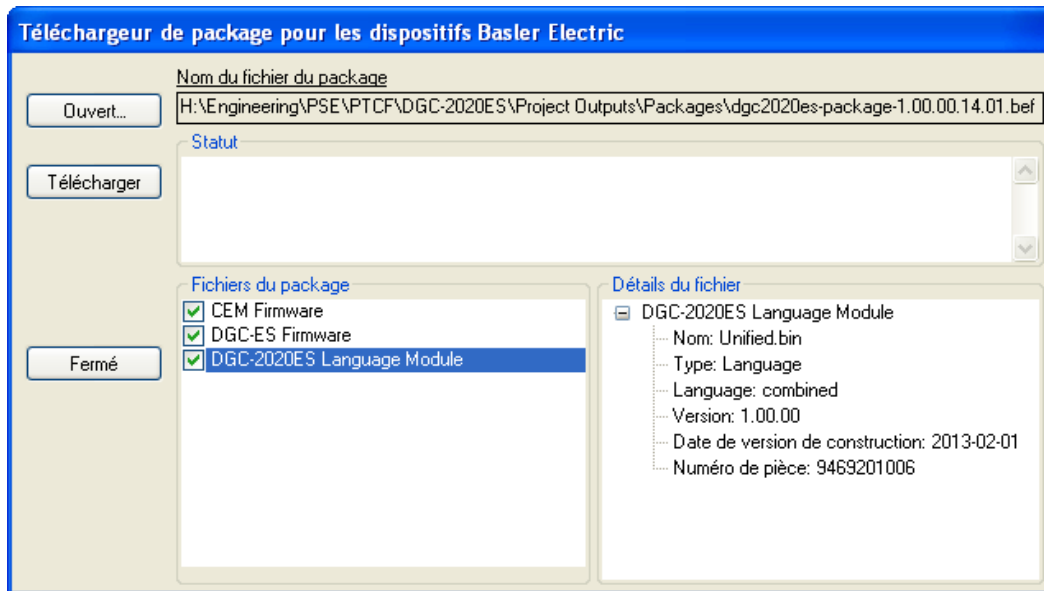

Figure 3-14. Téléchargeur de package pour les dispositifs Basler Electric
7. Le système affiche alors l'écran de l'assistant à l'installation du *Téléchargeur de package pour les dispositifs Basler Electric* (Basler Electric Device Package Uploader) (Figure 3-14). Cliquez sur le bouton *Ouvrir* pour ouvrir et naviguer à l'intérieur de la structure des dossiers et des fichiers que vous avez reçus de Basler Electric. Vous trouverez une liste des paquets (*Package Files*) ainsi que des détails concernant les fichiers (*File Details*). Mettez une croix dans les cases situées à côté des fichiers que vous désirez télécharger.